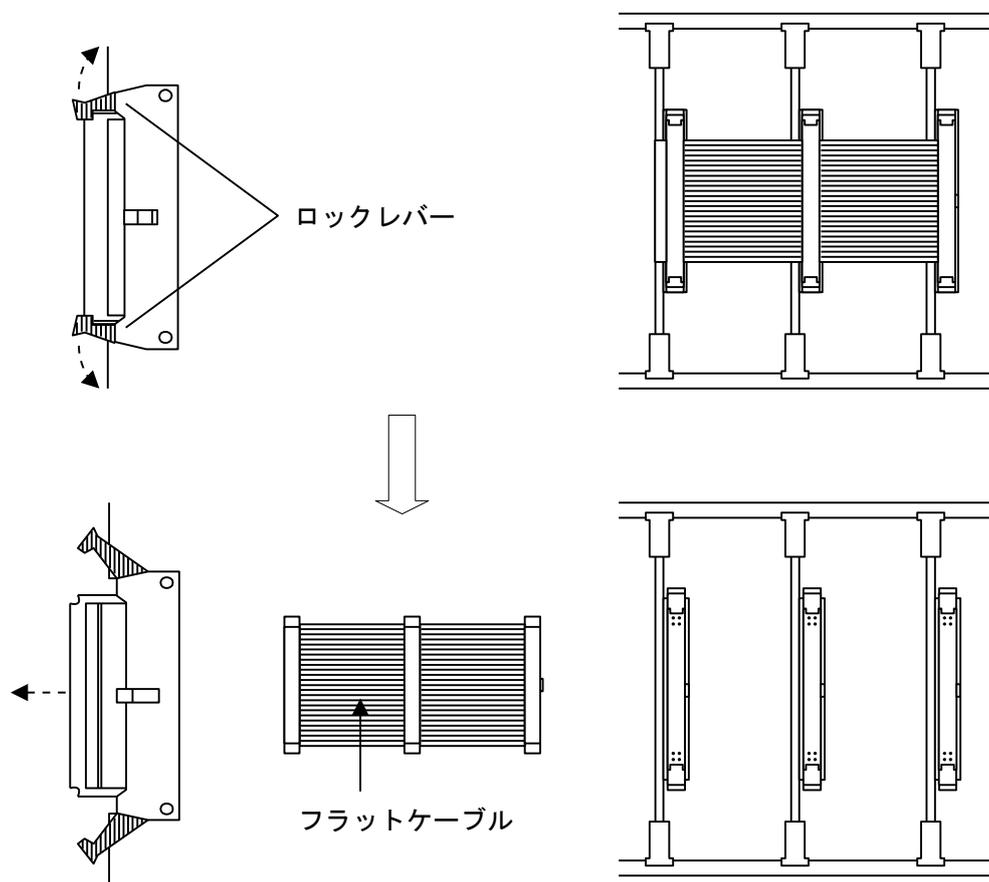

図 14
- ⑥ 図14のようにフラットケーブルのロックレバーを起こし、プリント板 No1~3 に接続されているフラットケーブルを外します。
フラットケーブル側のプラグの中心付近を強く押し込むとカチッと音がして、上下のロックレバーがフラットケーブルを押さえます。(図 14 参照)